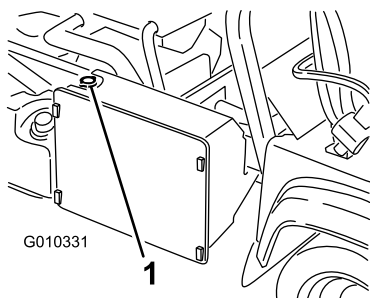

Figura 55
3. Retire el tapón del radiador (Figura 55).
7. Rellene el radiador y coloque el tapón (Figura 55).